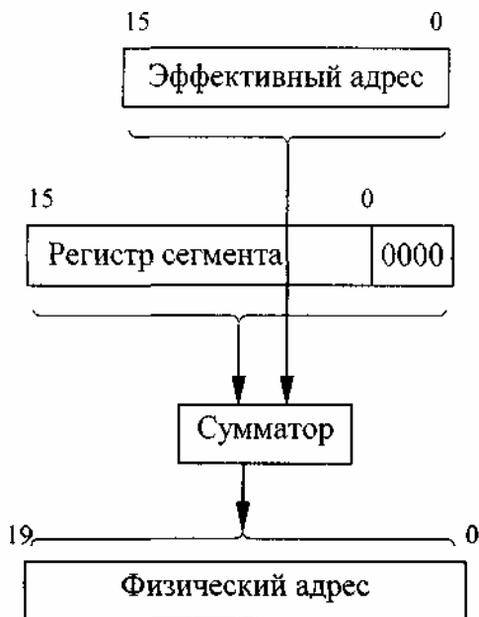

Рисунок 9.2 - Вычисление адреса памяти
-полученное 20-разрядное число (с четырьмя нулями в младших четырех разрядах) складывается со значением смещения в сегменте (рис. 9.2).